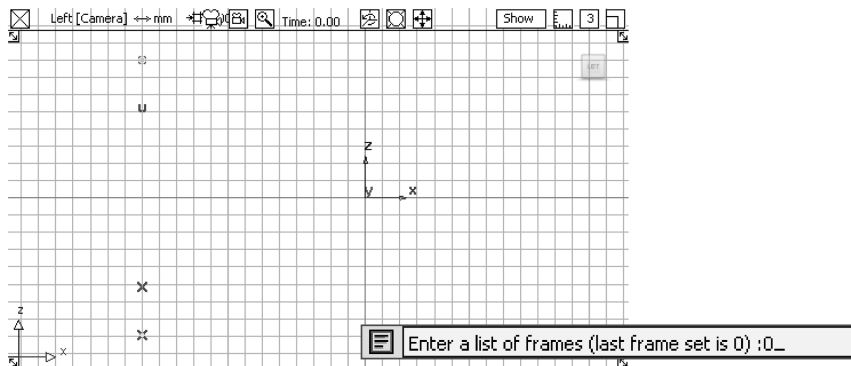

图 7-50 设置起始关键帧
- 02 在曲线处于选中状态下，执行【Animation】|【Keyframe】|【Set Keyframe】命令（确保设置关键帧类型为【Prompt】类型），在提示行中输入 0，将此位置作为动画的起点关键帧，如图 7-50 所示。